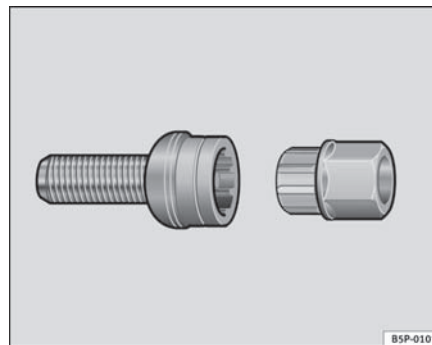

Abb. 145 Diebstahlhemmende Radschrauben ▶
- Setzen Sie den Adapter bis zum Anschlag in der diebstahlhemmenden Radschraube ein ⇒ **Abb. 145**.